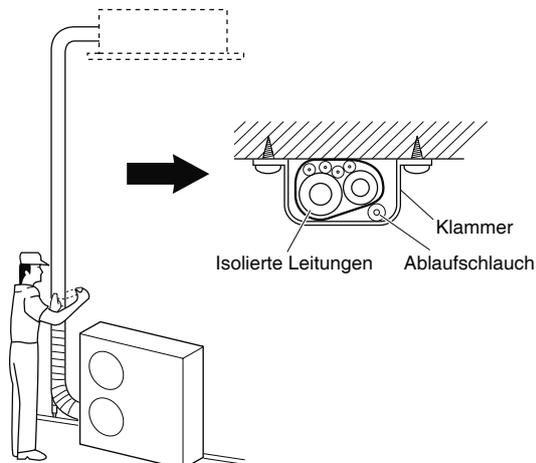

Abb. 5-10
- (1) Die Kältemittelleitungen (und die elektrischen Kabel, falls die örtlichen Vorschriften dies erlauben) können nun mit Bewehrungsband gebündelt werden. Um zu verhindern, dass durch Kondensationsbildung die Auffangwanne überläuft, muss der Ablaufschlauch von der Kältemittelleitung getrennt verlegt werden.
- (2) Das Bewehrungsband von der Unterseite der Außeneinheit bis zum Ende der Leitung am Eingang zur Wand anbringen. Beim Umwickeln das Band jeweils um eine halbe Bandbreite überlappen.
- (3) Die gebündelten Leitungen an der Wand befestigen, wobei im Abstand von ungefähr einem Meter jeweils eine Halterung zu verwenden ist. (Abb. 5-10)